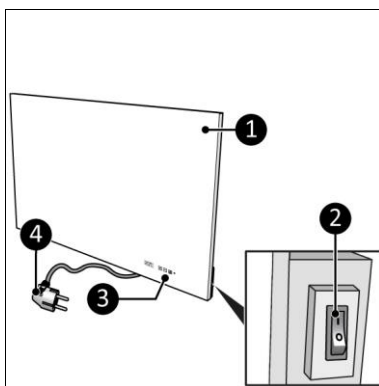
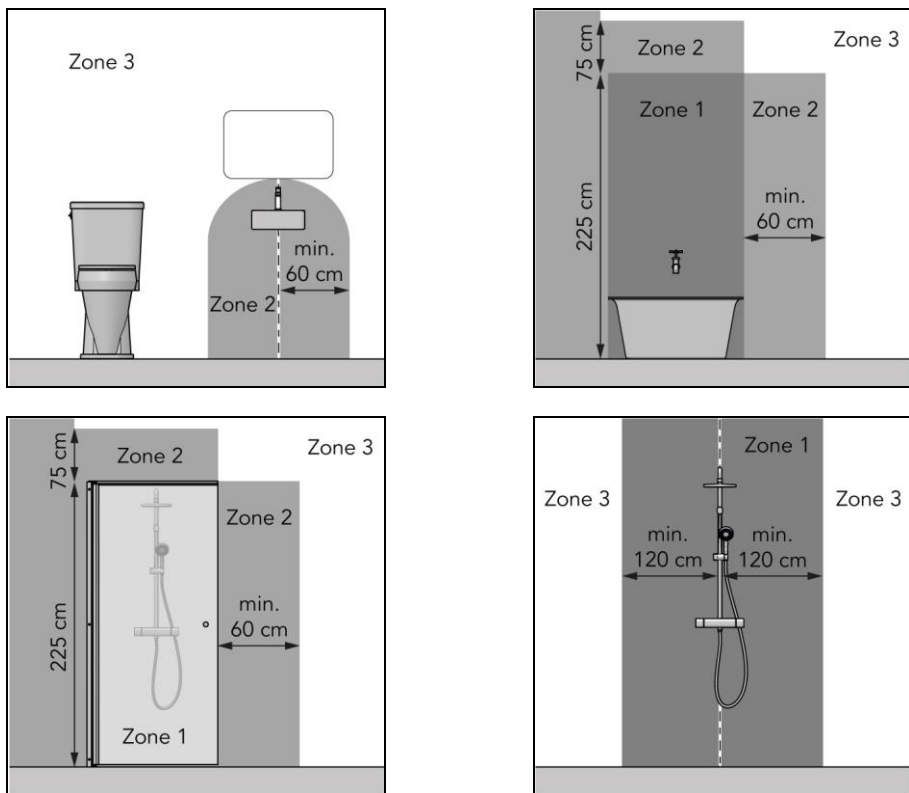

Figura 3
Figura 5
Sani Mirror Wi-Fi (Figura 3) este un încălzitor electric ușor de utilizat în zona 3 a băii (Figura 5). Sani Wi-Fi poate fi utilizat cu aplicația Eurom Smart.
- în zona a 3-a a unui grup sanitar sau a unei băi cu cadă, duș cu paravan și duș fără paravan (Figura 5);